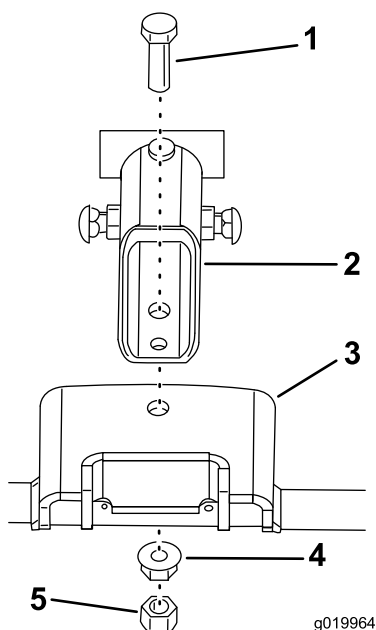

Figura 5
- Instale o conjunto do suporte articulado na estrutura com um parafuso (1/2 pol.) e prenda com uma porca flangeada (1/2 pol.) (Figura 5).